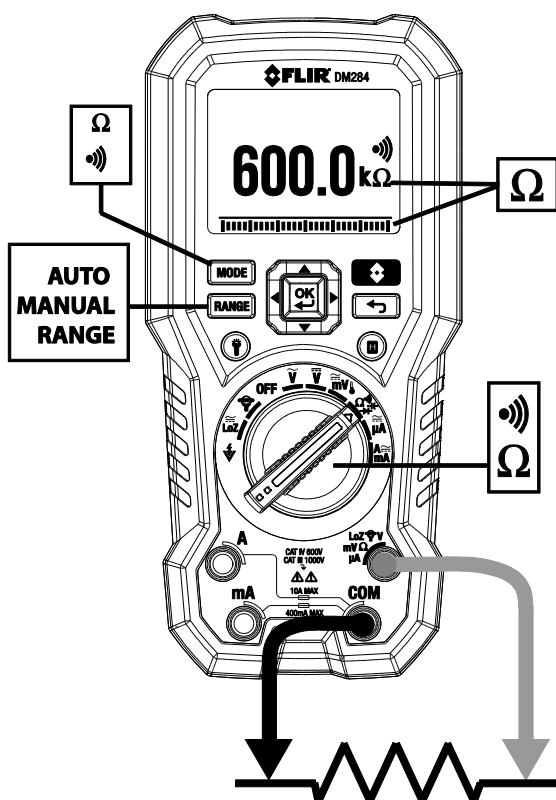

图 7-3 电阻与通断性测量
1. 请参阅图 7-3。将功能开关设定至 Ω 档位。
1. 请参阅图 7-3。将功能开关设定至  档位。